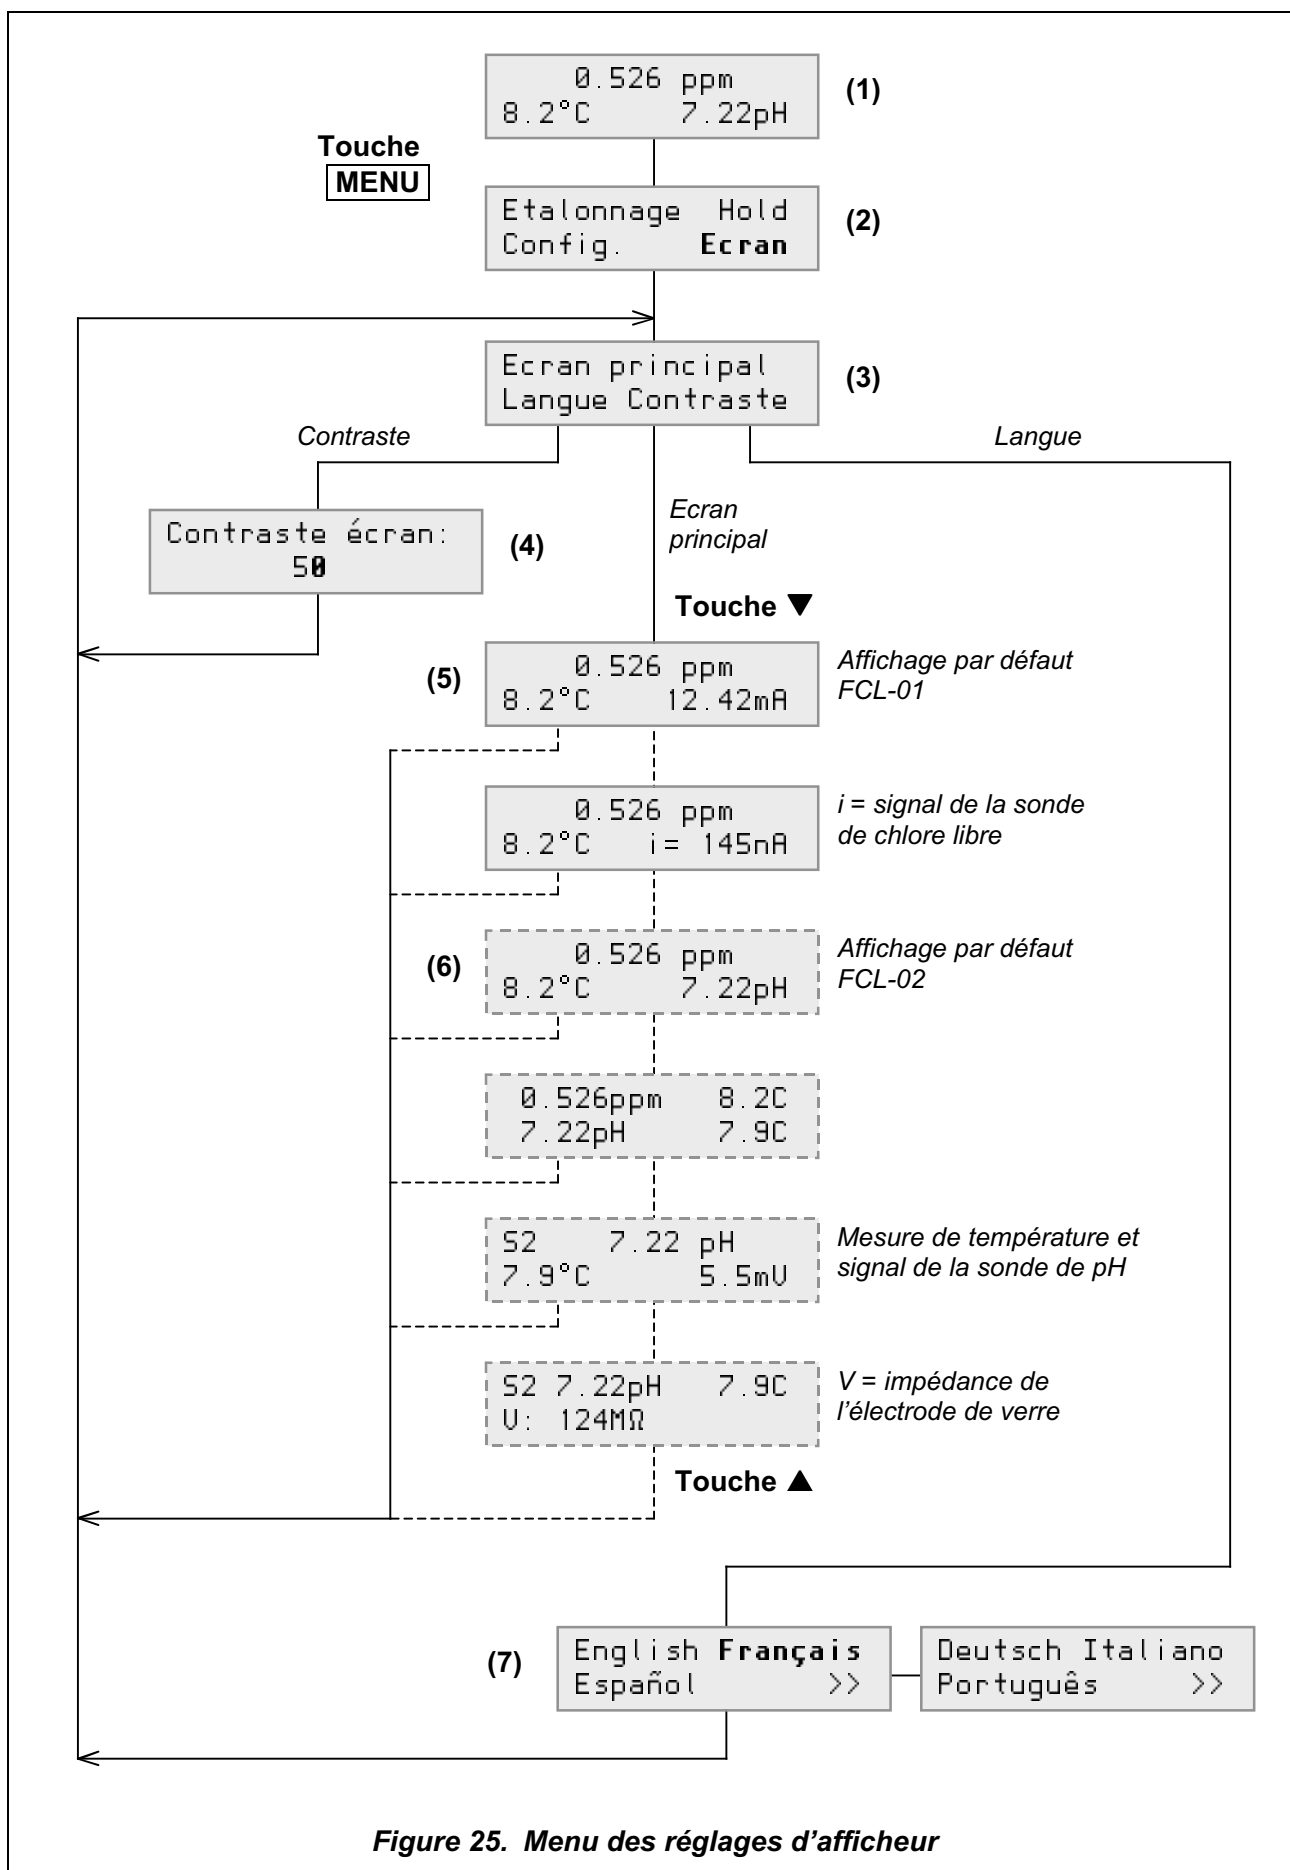

Figure 25. Menu des réglages d'afficheur
1. Ouvrez le menu comme indiqué en figure 25, page 28 ;
L’affichage principal est celui qui est visible en permanence en fonctionnement normal, par exemple (1) sur la figure 25.
Les options communes aux versions FCL-01 et FCL-02 sont représentées en trait plein sur la figure 25 (page 28) ; les options spécifiques de la version FCL-02 sont en pointillés.